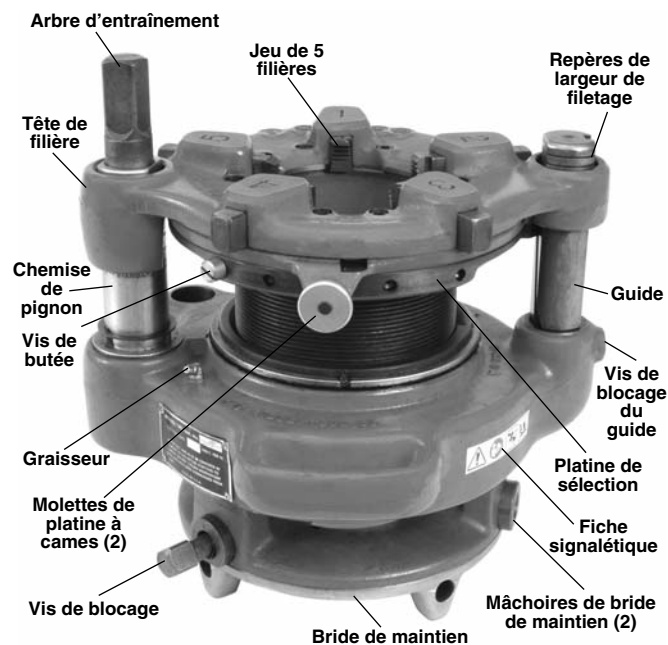

Figure 1 – Fileteuse démultipliée n° 141
- La présence et lisibilité de la fiche signalétique de l'appareil (*Figures 1 et 2*),